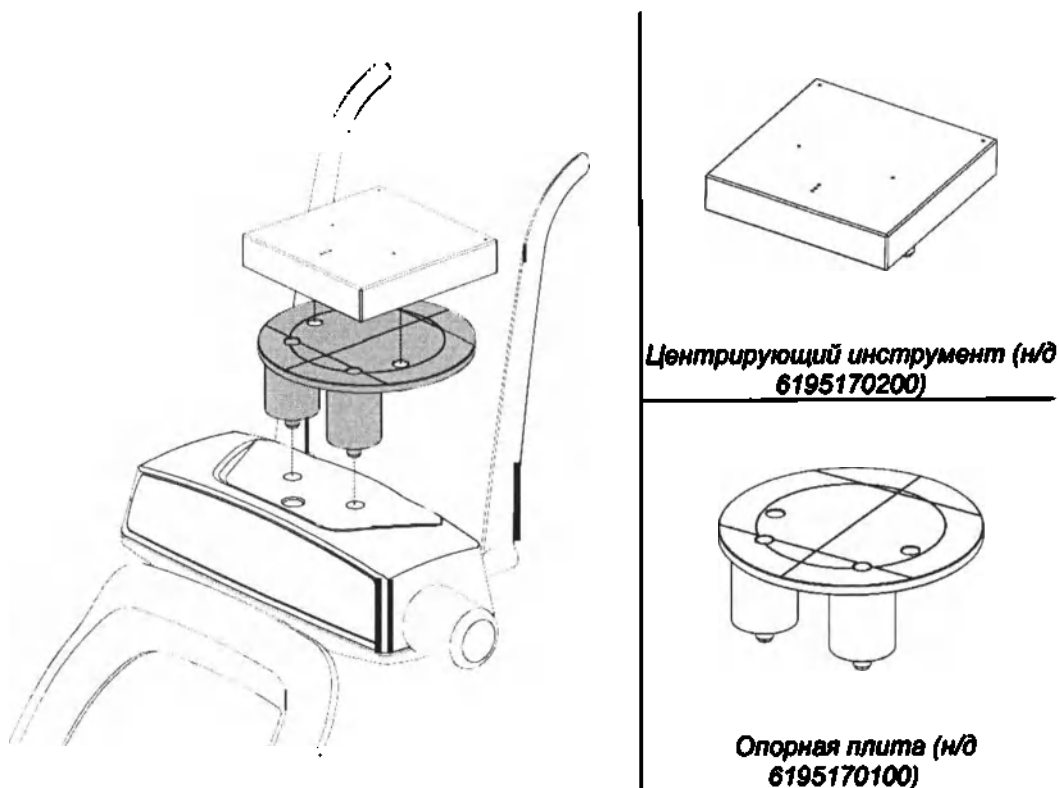

Рисунок 7: расположение опорной плиты и центрирующего инструмента
Включите ортопантомограф и выполните сброс положения оси, нажав кнопку >O<. По завершении позиционирования оси установите опорную плиту (н/д 6195170100 – рисунок 7) на основание для опоры подбородка и включите лазер. Убедитесь в том, что лазерный луч срединно-сагиттальной плоскости выровнен по средней линии опорной плиты (± 3 мм).
4. Зафиксируйте центрирующий инструмент на опорной плите, и установите плиту на основании для опоры подбородка (рисунок 7).